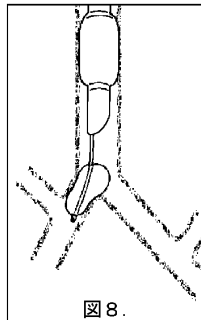

図8.
カフが気管分岐部の近くに戻り、気管内にはみ出た状態(Herniation)でカフが膨張し、気管狭窄の状態になっていることが考えられる。(図8)
- ⑤気管狭窄の状態(図8)となる上記トラブルが生じた場合は、カフ内の空気を抜くことにより、低酸素血症は回復する。